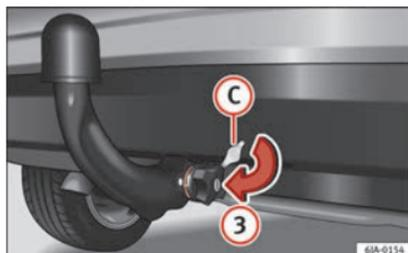

Fig. 198 Posizionamento del coperchio della serratura.
- Utilizzare la chiave (B) per chiudere la serratura della manopola girandola verso destra fino al limite, nel senso della freccia (1)
- Estrarre la chiave nel senso della freccia (2).
- Collocare il coperchio (C) nella serratura della manopola nel senso della freccia (3) ►►► **fig. 198**.